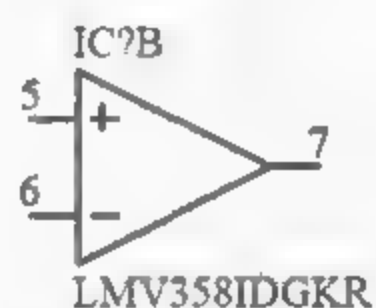

图 4-18 放置元器件
(2) 选中元器件后,单击鼠标右键,执行 Place LMV358MMX 命令,或者双击元件名,光标变成十字形状,同时光标上面悬浮着一个 LMV358MMX 元件符号的轮廓。放置元器件之前按 Space(空格)键可以使元件旋转,用来调整元件的位置和方向。这时单击鼠标左键即可在原理图中放置元器件,如图 4-18 所示。按 Esc 键或者单击鼠标右键退出。